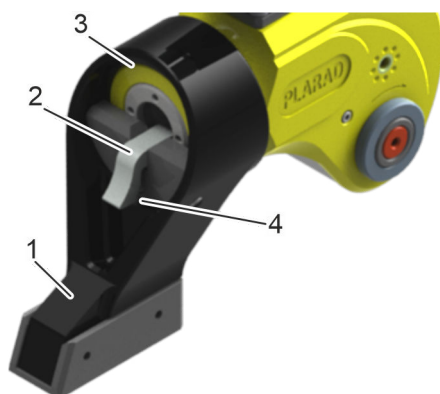

Fig. 15 : dispositif de verrouillage
1. Emboîter le bras de réaction (Fig. 15 /1) dans la position souhaitée sur la denture (Fig. 15 /3) de la clé.
2. Enfoncer le bras de réaction jusqu'à ce que le dispositif de verrouillage (Fig. 15 /2) de la clé s'enclenche.